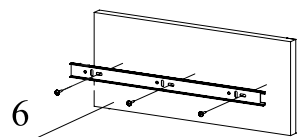

Рис.9
8. Закрепите внутренние планки направляющих на деталях 6 и 7 шурупами саморезами 4х12 (рис.9).